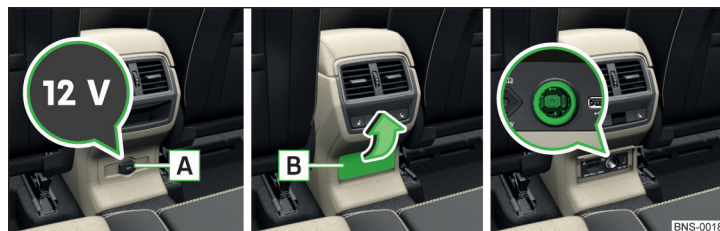

Fig. 133 Capacul prizei de 12 V/deschiderea capacului prizei de 12 V
- Pentru **utilizare**, deschideți capacul **A**, resp. capacul **B** în sensul săgeții » **fig. 133**.